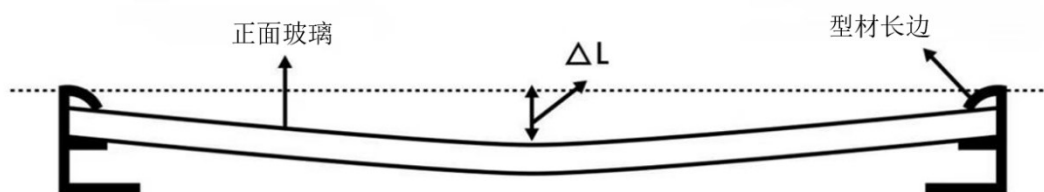

图6 组件挠度示意图(ΔL ：组件挠度)
- 由于重力作用，光伏组件的会出现不同程度的下沉，最大下沉量 ΔL ：组件挠度，位于组件中心，如图6所示。请注意，在存储、运输和安装组件时，在组件表面施加外部重压可能会导致玻璃表面下沉更多。压块只在短边的安装方式，由于组件的跨度更大，更容易造成铝材轻微弯曲，中间下垂的现象，对此现象有介意的客户，尤利卡不建议采用此种安装方式。在组件长边中间部位增加一个导轨来支撑，可以有效避免这种现象。